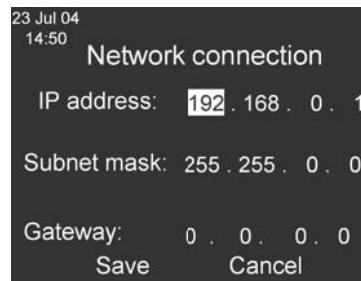

Abbildung 27: IP-Adresse im Fenster Network Connection (Netzwerkverbindung).
3. Lesen Sie die IP-Adresse im Fenster **Network Connection (Netzwerkverbindung)** ab (Abbildung 27).